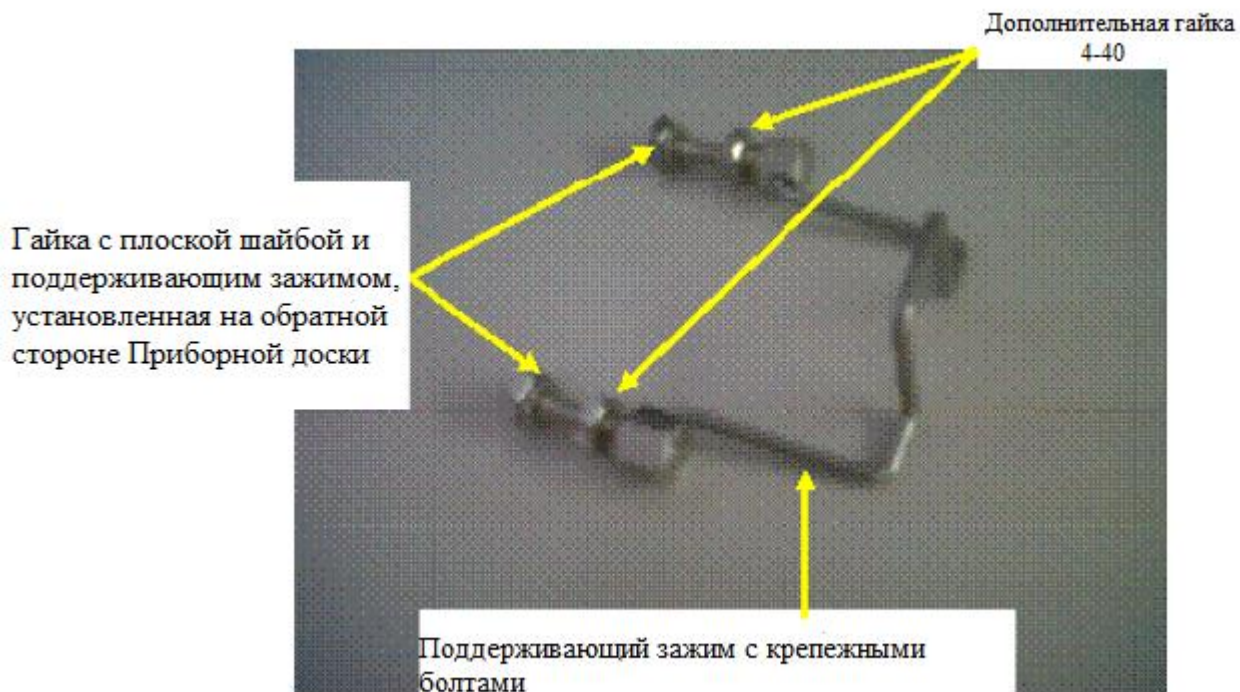

Рисунок 10-12: Поддерживающий зажим и фиксирующие его компоненты
2. Установите Поддерживающий зажим (**Рисунок 10-12**), как показано на **Рисунке 10-13** на следующей странице.